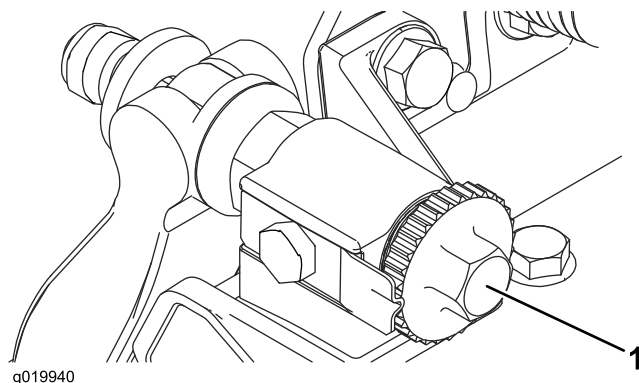

図 8
1. カッティングユニットを平らな水平の作業台の上に置く。ベッドバー調整ねじを左に回してベッドナイフとリールの接触をなくす図 8。